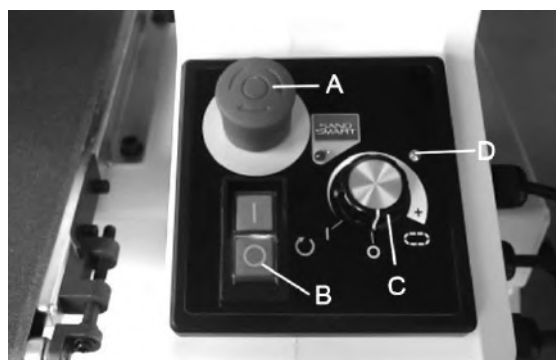

Abb. 9-1: Bedienpult
2. Den Not-Stopp Taster entriegeln, dazu den Taster (A, Fig 9-1) im Uhrzeigersinn drehen und ziehen.
3. Den Trommelmotor mit dem Ein/Aus Schalter (B, Abb. 9-1) starten.
4. Den Vorschubmotor starten, dazu den Drehknopf (C) im Uhrzeigersinn drehen, sowie weiter zu drehen zur Erhöhung der Geschwindigkeit.